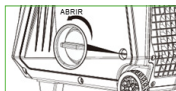

Fig. 1
- Desaperte o botão da tampa exterior do lado direito e retire a tampa. (Fig. 1)
- Desaperte o botão da tampa exterior do lado direito e retire a tampa. (Se este for o primeiro arranque, a tampa já terá sido retirada no passo anterior. Caso contrário, siga primeiro o procedimento indicado na Fig. 1 acima)